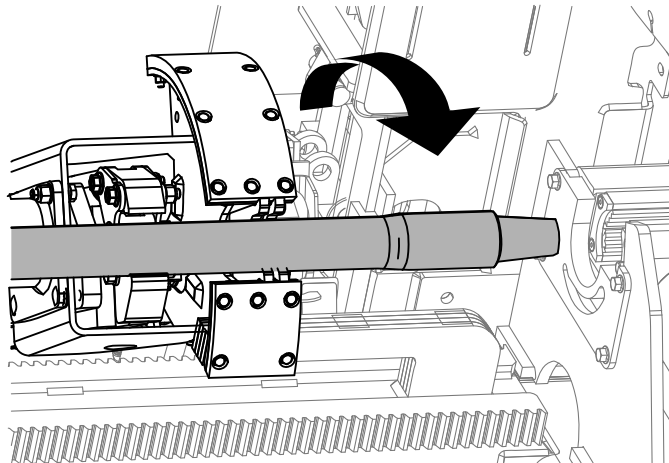
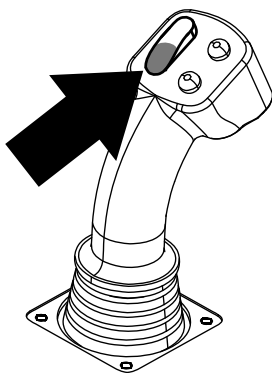

Рисунок 30
Рисунок 29
5. Удерживайте нижнюю часть перекидного переключателя (Рисунок 29) до тех пор, пока кулачковый механизм не повернется до упора вперед к стеллажу и подъемники не поднимут оставшуюся трубу в ящик для труб (Рисунок 30).